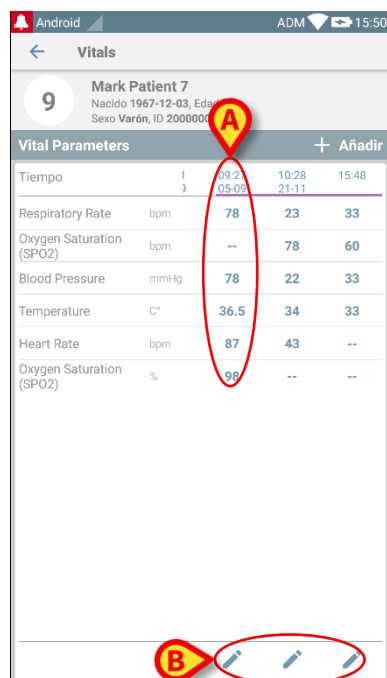
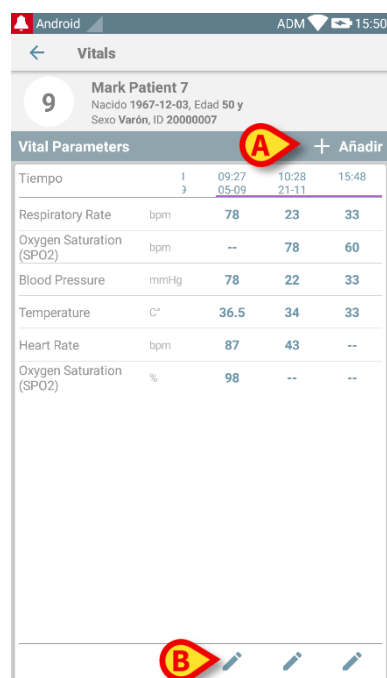

Fig 49
Fig 55
La flecha (Fig 48 **A**) permite visualizar los datos anteriores. Ver por ejemplo Fig 49:
En la parte superior (p.ej. un conjunto de valores), se muestran la fecha y la hora de cada entrada. Los valores registrados se muestran abajo. Ver, por ejemplo, la columna indicada en Fig 49 **A**.
El icono “candado” indicado en Fig 49 **B** significa que la puntuación correspondiente no se puede editar. De no ser así, el icono visualizado es un “bolígrafo” (ver por ejemplo Fig 55).
El nuevo conjunto de valores se muestra en una pantalla específica de resumen. También aquí, las características de la pantalla dependen del tipo de grupo de datos tomado. Ver por ejemplo Fig 55.
- En esta pantalla, tocar **Añadir** para añadir otro grupo de datos (Fig 55 **A**).
- Usar el icono “bolígrafo” para editar los datos de un grupo existente (Fig 55 **B**).